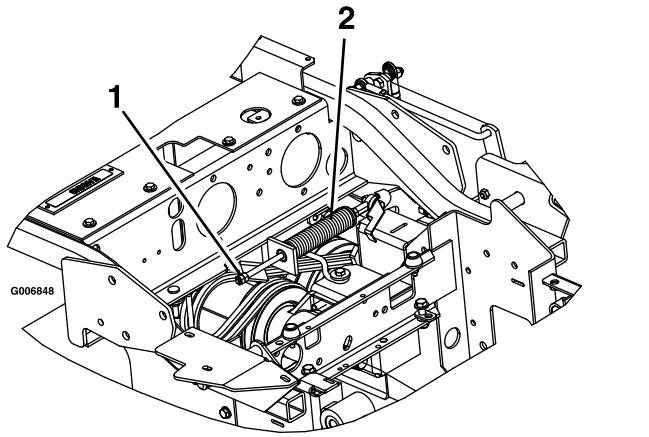

Figura 61
3. Localice el muelle del freno y desenrosque las dos contratuerzas hasta el extremo de la varilla del muelle del freno (Figura 61).